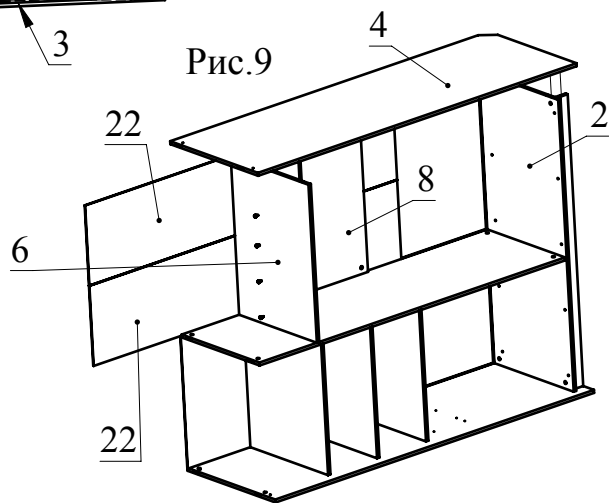

Рис.10
8. С помощью конфирматов соедините детали 11, 12, 13 и 14. Вставьте деталь 20 в пазы деталей 11 и 12. С помощью минификсов соедините деталь 10 с деталями 11, 12, 14. С помощью шурупа 4x30 прикрутите ручку на деталь 10. С помощью шурупов 3,5 x16 прикрутите узкие планки телескопов на детали 11 и 12 (Рис. 10).